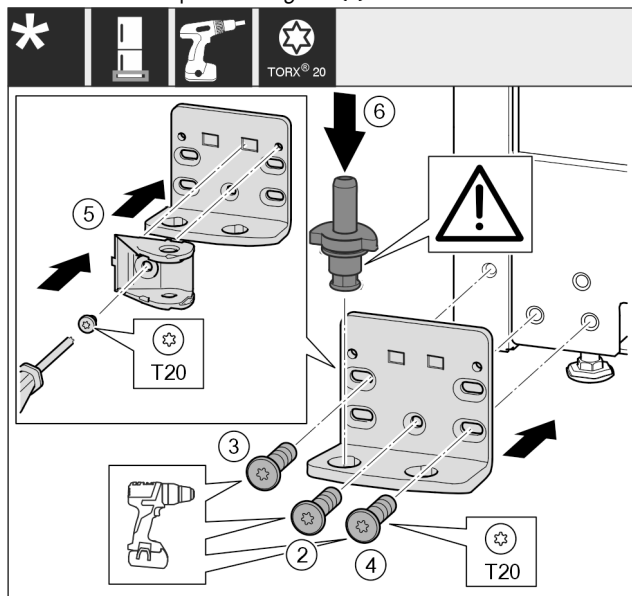

Fig. 24
- Applicare la staffa di supporto sull'altro lato e avvitare con l'aiuto di un cacciavite. Iniziare dalla vite Fig. 24 (2) in basso al centro.
- Stringere la vite Fig. 24 (3) e la vite Fig. 24 (4).
- Ruotare di 180° il collegamento dell'ammortizzatore di chiusura Fig. 24 (5). Sull'altro lato del blocco di supporto avvitare con un cacciavite.
- Inserire completamente i perni di supporto Fig. 24 (6). Facendo ciò assicurarsi che la camma di arresto sia rivolta all'indietro.